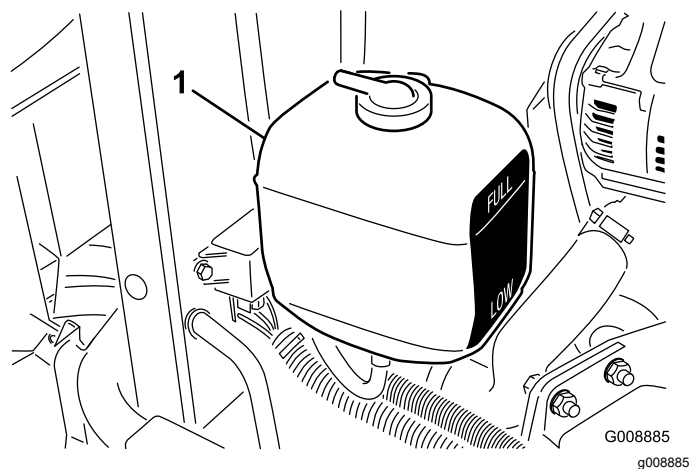

Figura 31
1. Verifique o nível de líquido de refrigeração do depósito secundário (Figura 31). Num motor arrefecido, o líquido de arrefecimento deve estar entre as marcas existentes no lado do depósito.